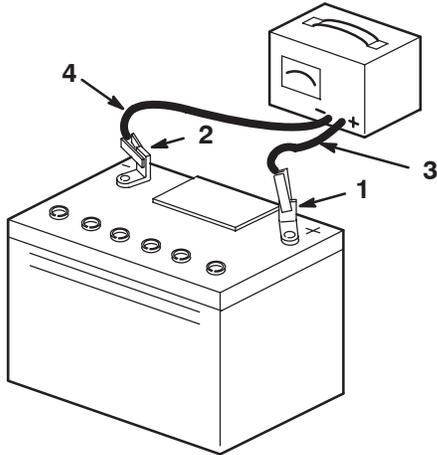

Bild 20
- Schließen Sie die Kabel des Ladegeräts von den Batteriepolen ab (Bild 20).